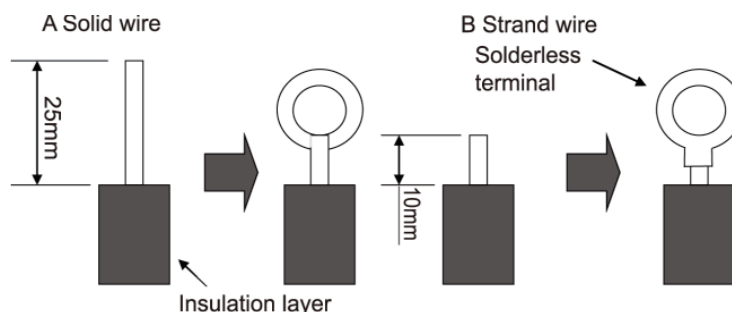

Fig. 26
#### (1). For solid core wiring (Fig. 26)
#### (2). For strand wiring (Fig. 26)